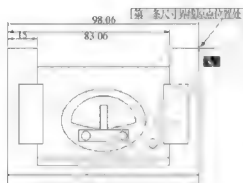
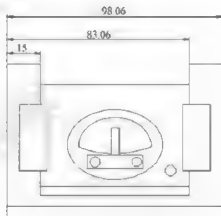

图 5-140
图 5-141
**步骤4:** 将光标移到第三条尺寸界线原点位置处,如图 5-140 所示,单击鼠标左键,出现提示,提示用户继续指定尺寸界线原点。在此,如果需要继续标注的话,就继续单击尺寸界线原点,现在需要结束基准标注,连续按两次 Enter 键即可,并适当调节尺寸线的位置,最终效果如图 5-141 所示。